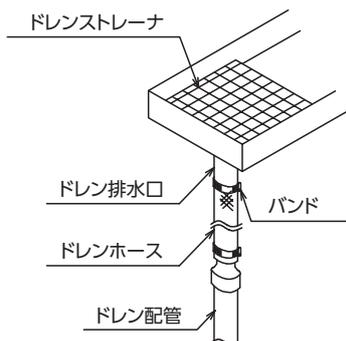

図3-2 ドレンホース施工詳細
- ・ドレン配管とドレン排水口は付属のドレンホースで接続してください。(図3-2参照)